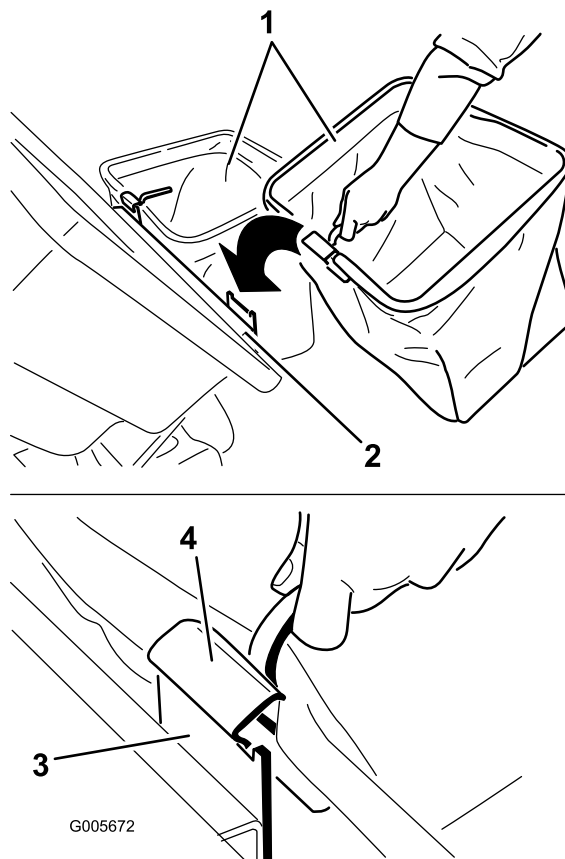

Figure 12
5. Pour installer les bacs, glissez les crochets du bâti sur les pattes de retenue (Figure 12).